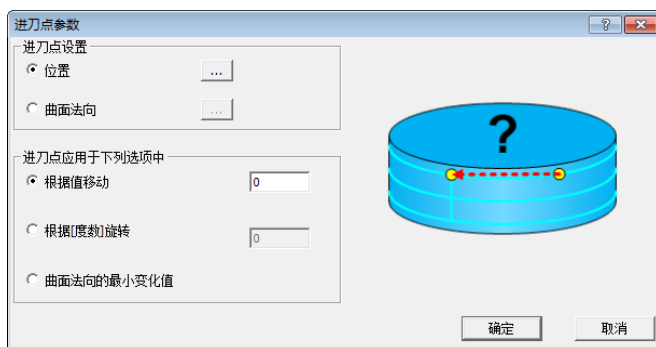

图 5-175 “进刀点参数”对话框 (2)
- 勾选“进刀点”复选框，单击该按钮，弹出“进刀点参数”对话框 (2)，如图 5-175 所示。